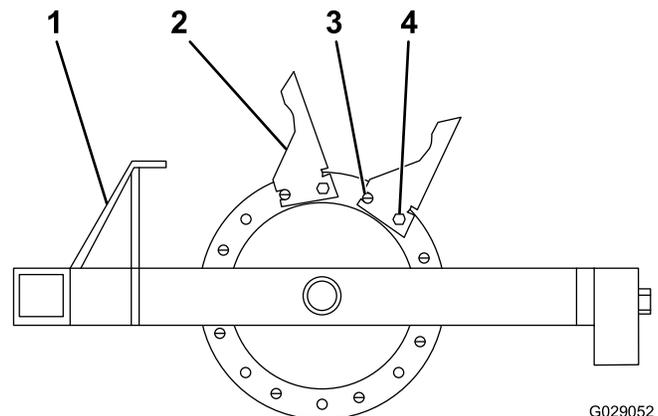

Bild 20
1. Fangen Sie an der Außenseite des Gehäuses an und montieren Sie die Tines, wie in Bild 20 abgebildet.
2. Befestigen Sie alle acht Tines mit einem Rollstift und Schrauben (1/2" x 1 3/4") am Gehäuse und stellen Sie sicher, dass der Rollstift in der vorderen Stellung ist (Bild 20).